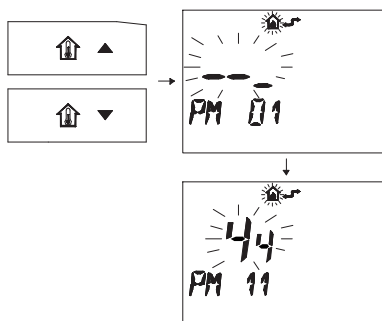

Figura 5.57
- Premere i pulsanti ▲ o ▼ per visualizzare la programmazione "PM 11" della postcircolazione pompa (Figura 5.57).